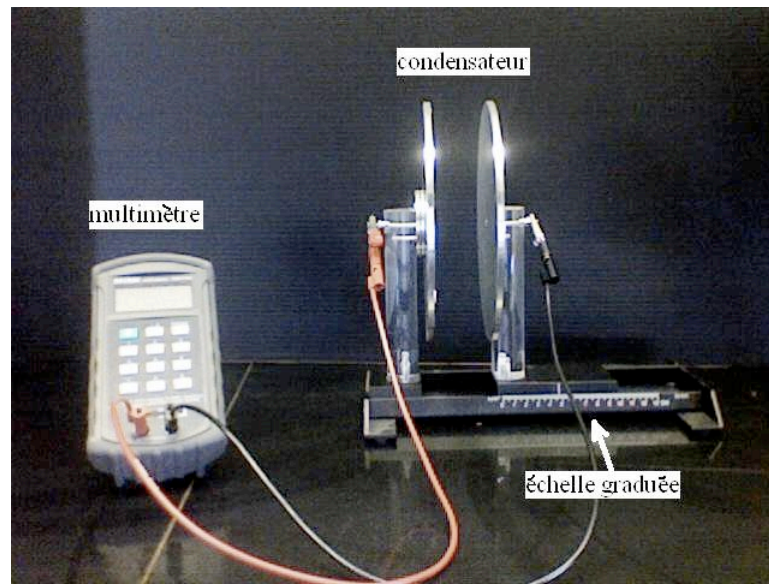

Figure 1: Condensateur plan
Un condensateur plan est constitué de deux armatures (c.-à-d. deux plaques parallèles) ayant une même surface A , et séparées d'une distance d (voir Figure 1). La capacité du condensateur plan est donnée par
1. Pour la première lecture², ajustez la séparation entre les plaques d à 2.0 mm et attachez les fils de connexion du multimètre aux poteaux isolants du condensateur plan, tel qu'illustré à la Figure 1. Ajustez l'appareil à zéro (en appuyant sur "REL"), tout en ayant des petits tubes de caoutchouc sur les vis latérales³. Attachez ensuite les fils au poteaux conducteurs en bougeant le moins possible les fils et en les gardant dans la même position. Éloignez-vous du montage et notez la valeur de la capacité C .